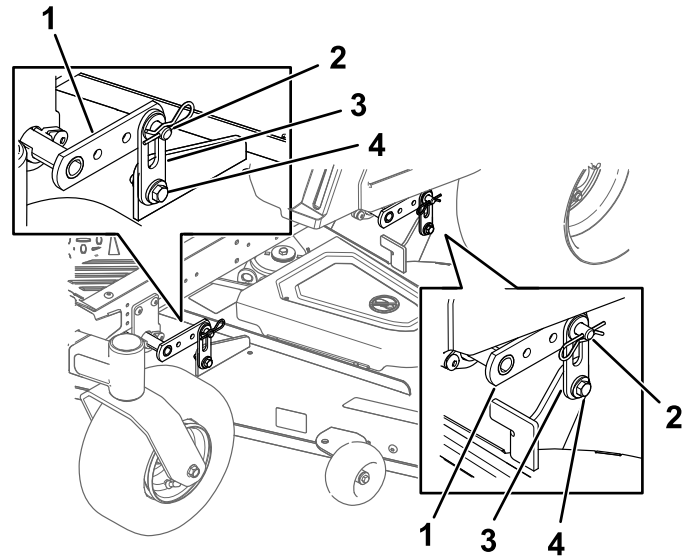

Figure 61
5. Desserrez les boulons de réglage aux quatre coins de sorte que le tablier repose bien sur les quatre cales (Figure 61).
6. Vérifiez que les axes du tablier se trouvent en haut de la fente dans les pattes de support du tablier (Figure 61).
7. Resserrez les quatre boulons de réglage (Figure 61).